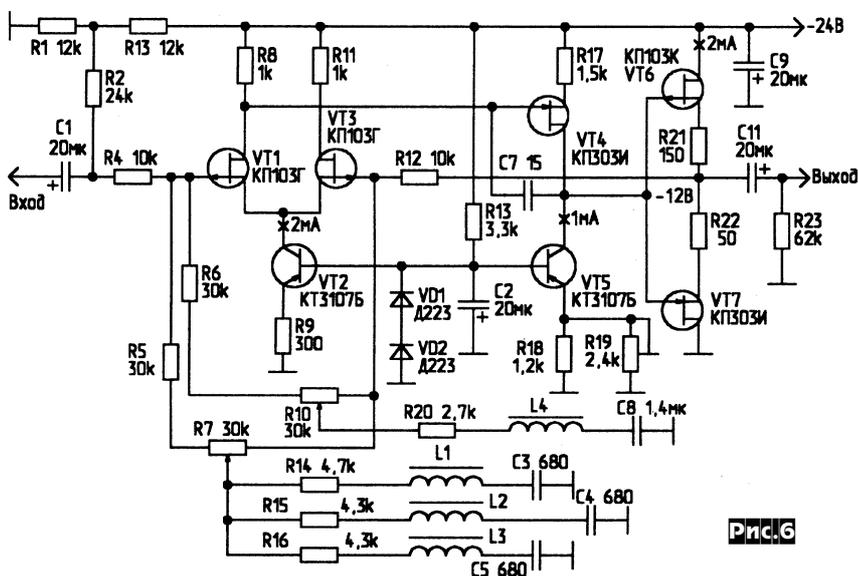
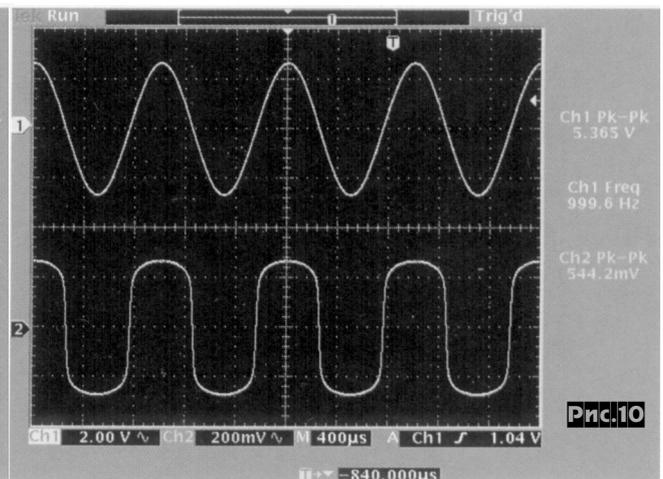

Рис.8
Рис.10
**Блок гитарных эффектов (рис. 8) Питера Смита** формирует overdrive/distortion/fuzz - от мягкого «лампового» ограничения до жесткого «металлического». Сигнал с электрогитары поступает на первый каскад IC1a через радиочастотный ФНЧ LOW PASS RF FILTER, который вместе с конденсатором 150pF в цепи ООС ОУ устраняет возможные наводки от радиостанций. Коэффициент усиления этого звена равен 5. Второй каскад на ОУ IC1b обеспечивает дальнейшее усиление в 12,8 раз. Благодаря этому уровень сигнала оказывается сравнимым с прямым напряжением диодов Шоттки D1, D2 (около 0,4 В), включенных встречно-параллельно и поэтому совместно с резистором 2.2k формирующим мягкий ограничитель CLIPPING. Напряжение на второй каскад поступает с выхода первого через потенциометр VR1, изменяющий уровень сигнала на входе ограничителя и таким образом крутизну ограничения (в нижних частях осциллограмм рис. 9 и рис. 10 показаны формы напряжения на выходе в среднем и нижнем по схеме положениях движка VR1). Конденсатор 15nF совместно с резистором 100k на неинвертирующем входе IC1b образуют ФВЧ первого порядка с частотой среза около 100 Гц, немного ослабляющий уровень сигналов нижних струн, излишнее ограничение